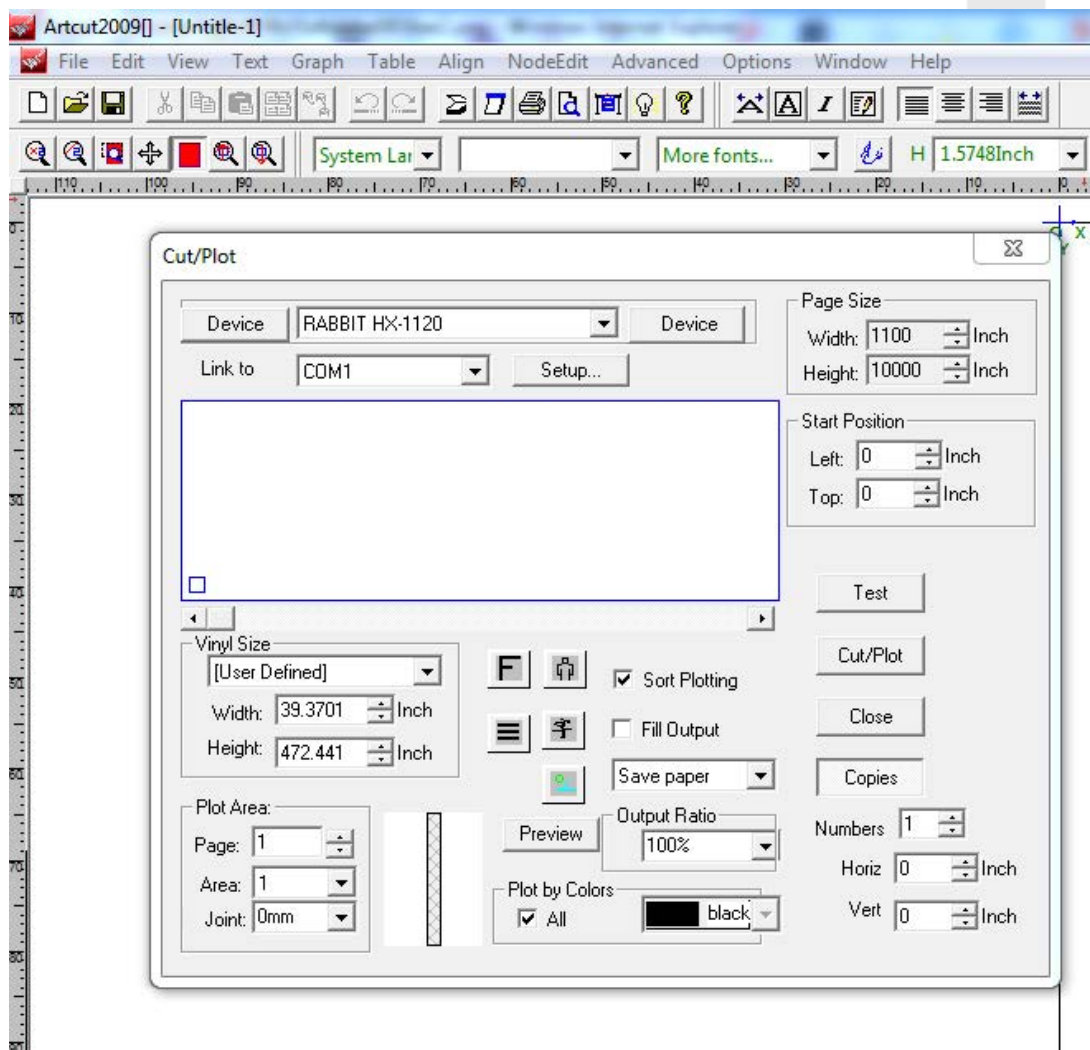
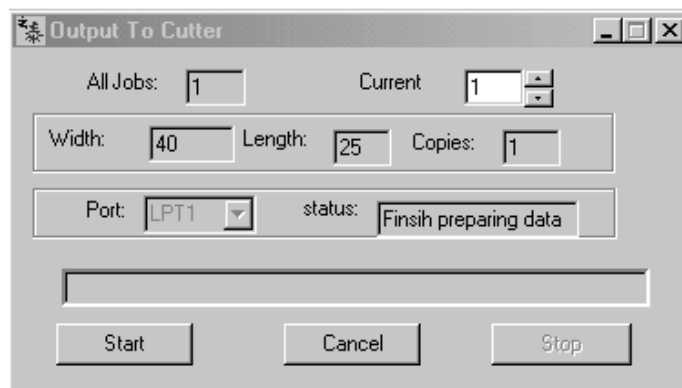

Рис.3
Рис.6
5. Для нарезки изображения нажмите на клавишу  “Cut/Plot”, появится окно “Set Engraver/Route’s Output” (см. рис.3).
6. Для настройки желаемого офсет ножа: коррекции углов “SharpAngle” и замыкания контура “Close”, в окне “Set Engraver/Route’s Output” нажмите клавишу “Setup...” (см. рис.3), появится окно настройки “Device Setup” (см. рис.5).
7. После выбора всех параметров резки, нажмите клавишу  “Cut/Plot” (см. рис.3) и в появившемся окне “Output To Cutter”, нажмите клавишу “Start” (см. рис.6).